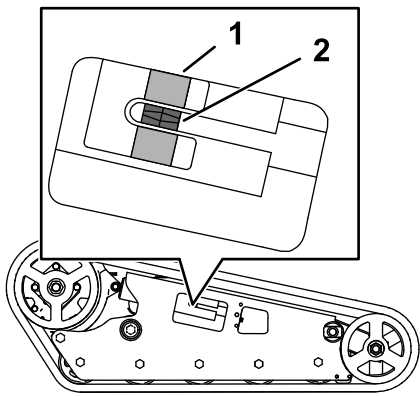

Figure 58
Vérifiez que le bloc de tension est aligné sur le guide vert de l'autocollant ou qu'il se trouve à 1,3 cm de l'arrière de la fente du tube de tension (Figure 58).
4. À l'aide d'un rochet de ½ pouce, tournez la vis de tension jusqu'à ce que le bloc de tension soit aligné sur le guide vert de l'autocollant ou se trouve à 1,3 cm de l'arrière de la fente du tube de tension (Figure 58).
8. Vérifiez que le bloc de tension est aligné sur le guide vert de l'autocollant ou qu'il se trouve à 1,3 cm de l'arrière du tube de tension pour les deux chenilles (Figure 58). Réglez au besoin.